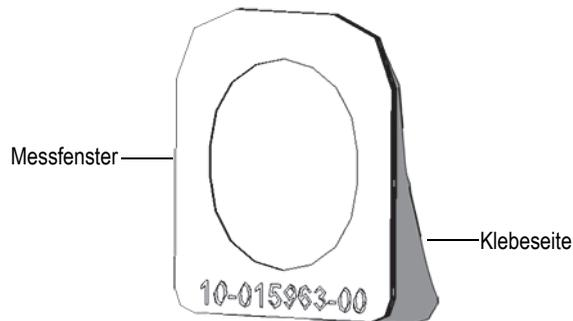

Abbildung 4-7 Lösen des Trägerpapiers vom Messfenster
1. Entfernen Sie das Messfenster aus der Verpackung und lösen Sie das Trägerpapier komplett vom Messfenster (Abbildung 4-7 auf Seite 66).